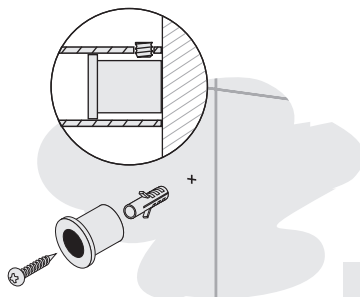

Рис. 3
4.1.4. В полученных метках сделать отверстия диаметром 6 мм и произвести монтаж шайб скрытого крепления к стене с помощью саморезов и дюбелей (рис. 3).
ВНИМАНИЕ! Шайбы скрытого крепления разные. Для верхнего крепления шайбы длиннее это необходимо для монтажа полотенцесушителя при скрытом подключении. Длинные шайбы скрытого крепления позволяют при установке отодвинуть полотенцесушитель от стены для удобства соединения его к скрытой проводке. Шайбы необходимо монтировать к стене плоскостью меньшего диаметра (рис. 3).
4.3.5. В полученных метках сделать отверстия диаметром **6 мм** и произвести монтаж шайб скрытого крепления к стене с помощью саморезов и дюбелей, шайбы необходимо монтировать к стене плоскостью меньшего диаметра (см. рис. 3).